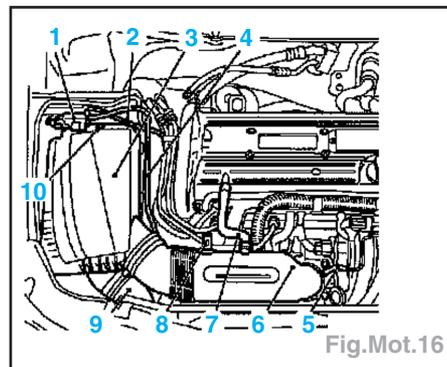

Fig.Mot.16
- le carter de filtre à air (3), le flexible de dépression du régulateur de pression de carburant (5), le flexible d'aspiration d'air (6), le flexible de reniflard de carter (7), la fiche de faisceau de câbles de capteur de température d'air d'admission (8), déclipser la valve de ventilation du réservoir (1) avec la conduite (4), le faisceau de câbles de valve de ventilation du réservoir (2), la vis de fixation (10) et le carter de filtre à air avec le flexible d'air (9) (Fig.Mot.16).